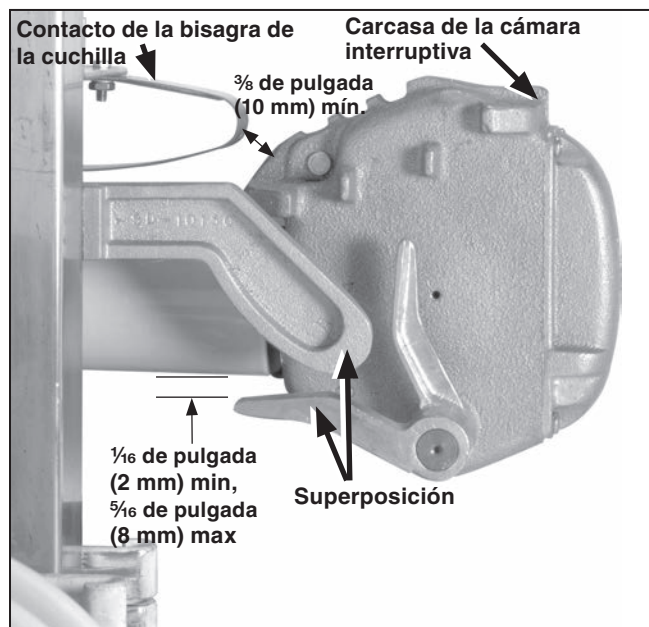

Figura 37. Ensamblaje de la cuchilla en la posición de cierre total.
- Con el ensamblaje de la cuchilla en la posición de cerrado total, verifique la distancia mínima entre cada contacto de la bisagra y su respectiva carcasa de la cámara interruptiva. Vea la Figura 37. El contacto de la bisagra puede ser inclinado como se requiera para proporcionar este espacio.